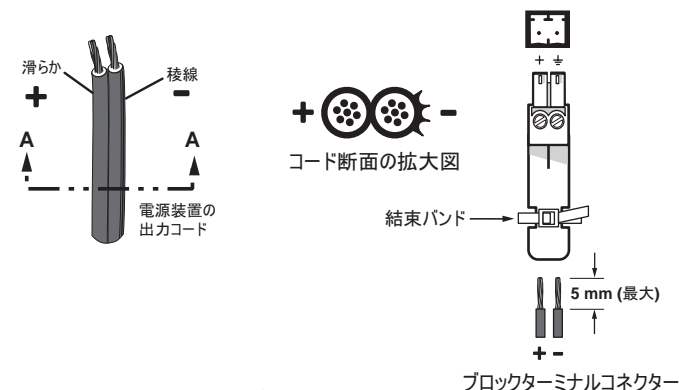

図 2-19 電源コネクタの配線
⑥ 電源コネクタ - トランスミッターとレシーバーにある 2 ピンミニターミナルブロックに 12 VDC AC 電源アダプターからの線を差し込みます。図 2-19 は、コネクタの配線方法です。
注意 電源の極性には十分注意してください。極性を間違えると、電源と MTP 本体を損傷してしまいます。電源コードの負側線にはギザギザが付いています。図2-19を参照してください。